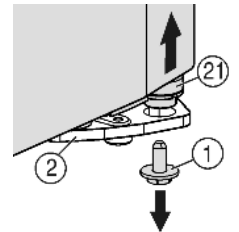
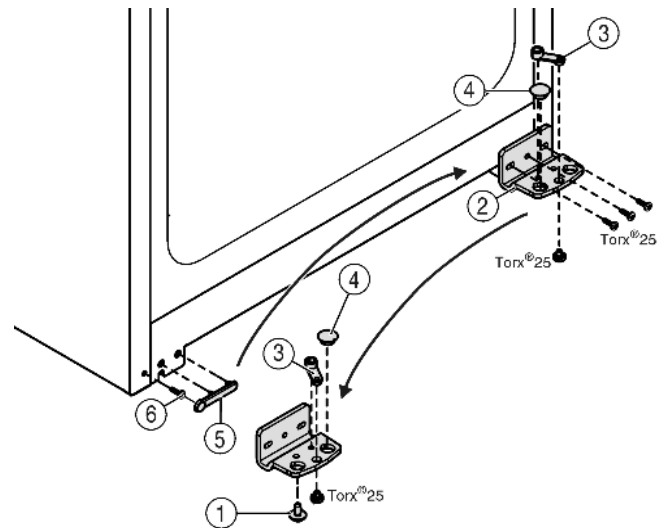

Fig. 4
Fig. 5
- ▶ Rechts onder aan de lagerbus de borgschroef Fig. 4 (1) uitdraaien.
- ▶ De lagerbout Fig. 4 (21) komt uit de lagerbus Fig. 5 (2) los.
- ▶ Indien de lagerbout Fig. 4 (21) niet kan worden losgedraaid, de bout van onderaf naar buiten drukken.
- ▶ Lagerbus Fig. 5 (2) losschroeven.
- ▶ Lagerdeel Fig. 5 (3) losschroeven en in het tegenoverliggende opnamegat van de lagerbus omzetten en weer vastschroeven.
- ▶ Stop Fig. 5 (4) uit de lagerbus verwijderen en in de tegenoverliggende opening van de lagerbus omzetten.
- ▶ Afdekking Fig. 5 (5) aan kant van de greep voorzichtig wegnemen.
- ▶ Schroef Fig. 5 (6) uitdraaien en aan de andere kant weer indraaien.
- ▶ Afdekking Fig. 5 (5) weer terugplaatsen.
- ▶ Lagerbus Fig. 5 (2) aan de nieuwe scharnierzijde evt. met behulp van een accuschroevendraaier weer **goed (met 4 Nm)** vastschroeven.
- ▶ Borgschroef Fig. 4 (1) onder in de lagerbout draaien en vastschroeven **(met 4 Nm)**.